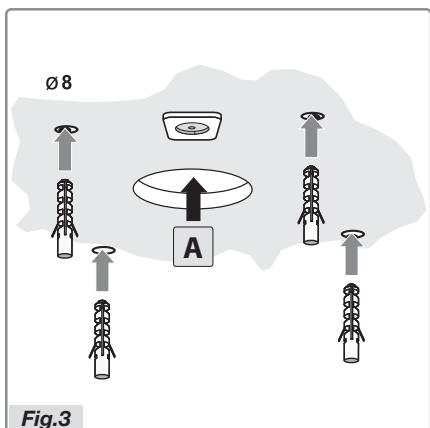

Fig.3
- Realiseer de luchtafvoeropening A (Fig.3).